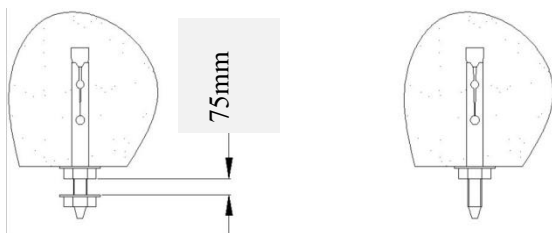

图5
- 3、根据记好的孔位置，用冲击钻打出 2 个 $\phi 10 \times 80$ 的孔，将膨胀螺丝丝打入天花板，并用扳手拧紧螺丝。然后，将下端的螺母松出使垫片与上螺母的距离为 75mm 左右。并将另侧 1 个膨胀螺丝螺母及垫片都取下（如图 5 所示）。